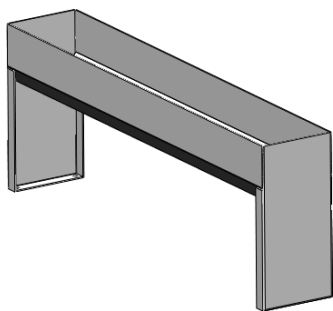

图 6-14 导入零件并装配操作效果
STEP 1 新建一装配体文件，并导入箱体的横向部分和两侧部分（分两次导入两个两侧部分），然后按照面对齐的原则，将其装配到一起，效果如图 6-14 所示。